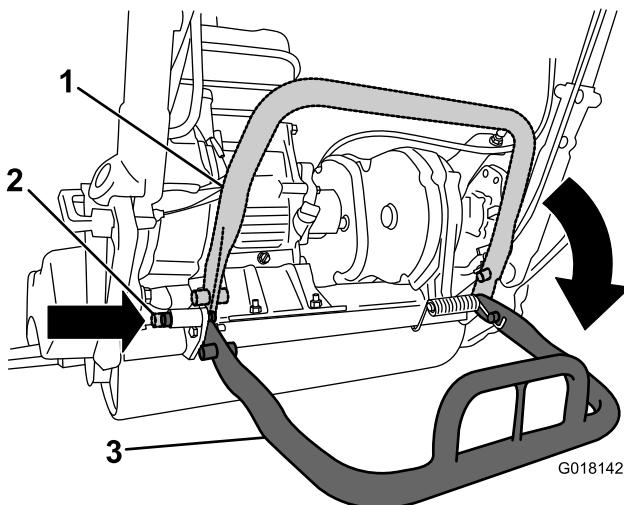

Figure 3
2. Abaisser la béquille et appuyez sur la goupille de verrouillage pour bloquer la béquille en position d'entretien (Figure 3). Laissez appuyer la machine sur la goupille de verrouillage.